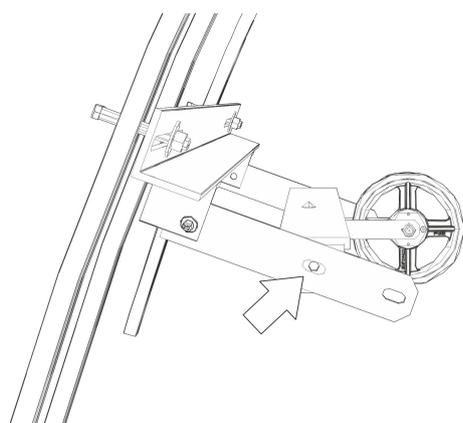

Abb. 33: Montage der Seilrolle
5. ➔ Rolle mit Befestigung zwischen den beiden oberen Verbindungs-laschen mit zwei Sechskantschrauben im mittleren Langloch der Verbindungs-laschen (Abb. 33) anschrauben.